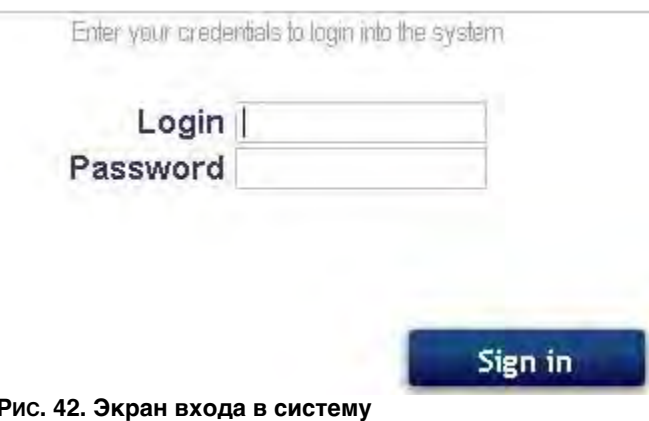

Рис. 42. Экран входа в систему
7. Появится экран входа в систему. См. **Рис. 42**
4. Если ответ соответствует введенному в шаге 5, система запросит Вас ввести новый пароль. Введите в новый пароль дважды, затем кликните "Далее". Система возвратится к экрану входа в систему, **Рис. 42**.